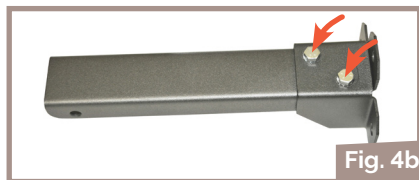

Fig. 4b
2. Assembler le bras et la fixation murale, à l'aide des mêmes vis (Fig. 4b).